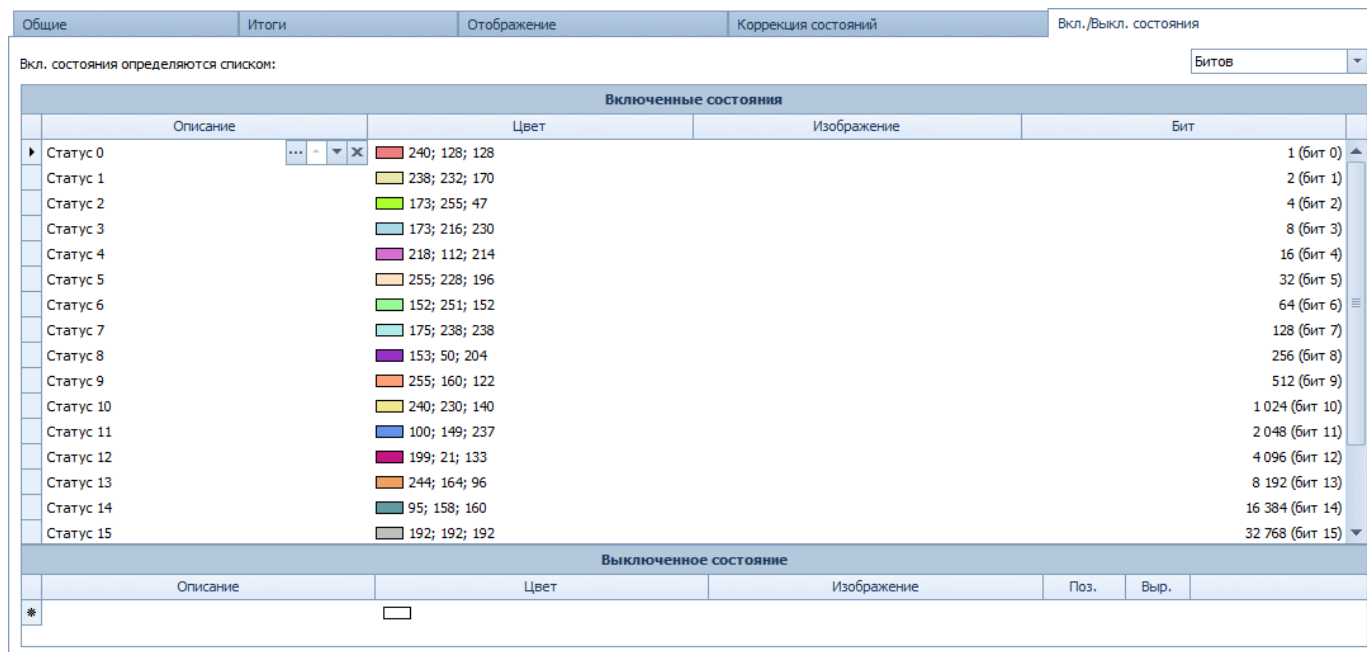

Рис.74. Настройка состояния
9. На вкладке «**Вкл./Выкл. состояния**» установите **Вкл. состояния определяются списком: – Битов (Рис.74)**.
10. На вкладке «**Вкл./Выкл. состояния**» заполните таблицу «**Включенные состояния**» списком статусов, для каждого статуса выберите цвет (Рис.74).